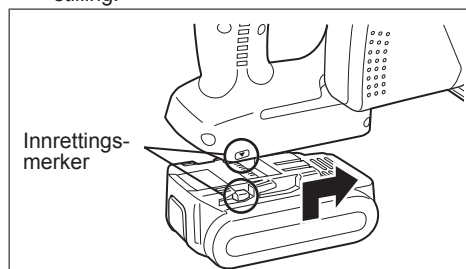

Fig. 2
1. For å sette inn batteripakken (Se Fig. 2)